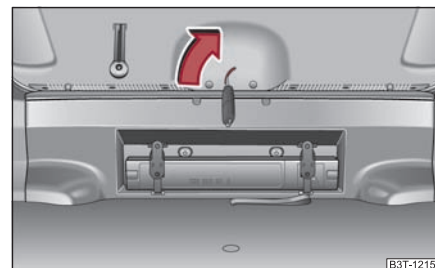

Fig. 47 Déverrouillage de secours de la malle AR
- Poussez la clé dans la fente du revêtement jusqu'à la butée ⇒ fig. 47.